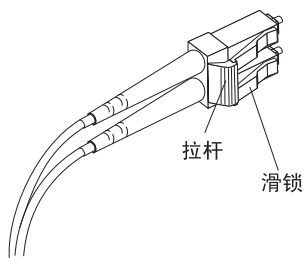

图 3-15. LC-LC 光纤通道电缆拉杆和滑锁
1. 在连接到 SFP 模块或主机总线适配器的 LC-LC 电缆末端，按住拉杆不放以松开滑锁，如第 3-11 页的图 3-15 中所示。